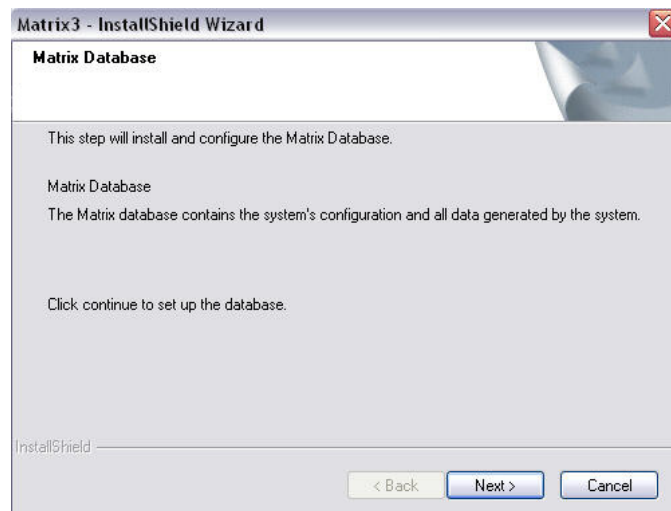

FIG. 19
12. Lorsque l'écran de configuration "Matrix Database" (Base de données Matrix) illustré dans la FIG. 19 s'affiche, sélectionnez "NEXT" (Suivant) pour lancer la configuration de la base de données.